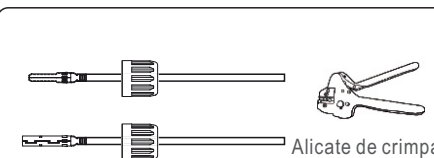

Figura 5.15 Crimpe o pino de contato no fio
3. Crimpe o pino de contato no fio usando um crimpador de fio adequado. (Consulte a Figura 5.15)